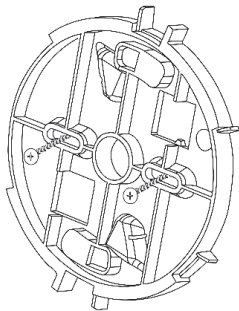

Figura 3
3. Con los orificios de montaje como plantilla, fijar el soporte de montaje a la superficie de montaje (*ver Figura 3*).